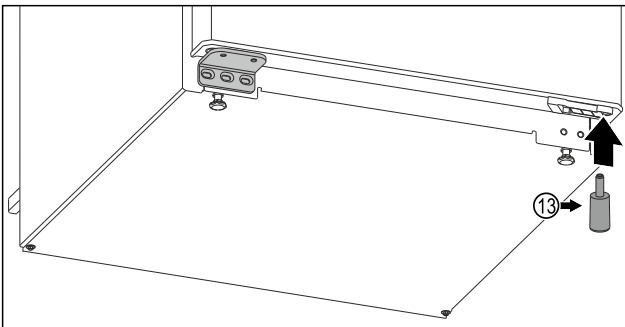

Fig. 18 Në pajisjet pa ndarjen e ngrirjes me 4 yje*
- Vendosni përsëri në vend pjesën distancuese Fig. 18 (13) djathtas poshtë në derë, sepse është e rëndësishme për qëndrueshmërinë e pajisjes.*